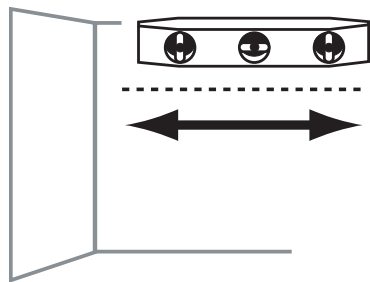

FIG. 3.1
2. Tirer un trait de niveau égal à la longueur de la tablette supérieure sur la paroi arrière du placard (fig. 3.1). (L'étagère couvrira les traits sur le mur.)
4. Tirer un trait de niveau égal à la longueur de toutes les tablettes (A) inférieures sur la paroi arrière du placard (fig. 3.1).